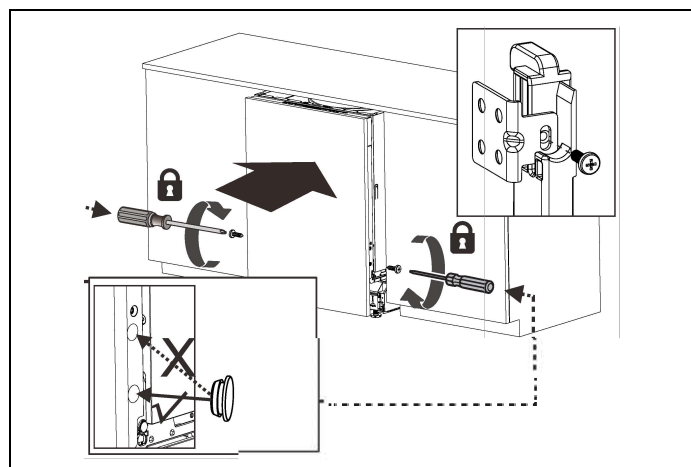

Fig. 18
- 3) Når panelet er sat på plads, skal man fastgøre den brugertilpassede låge til opvaskemaskinens yderlåge med de to medfølgende skruer i de to installationshuller forinden Fig. 18 .